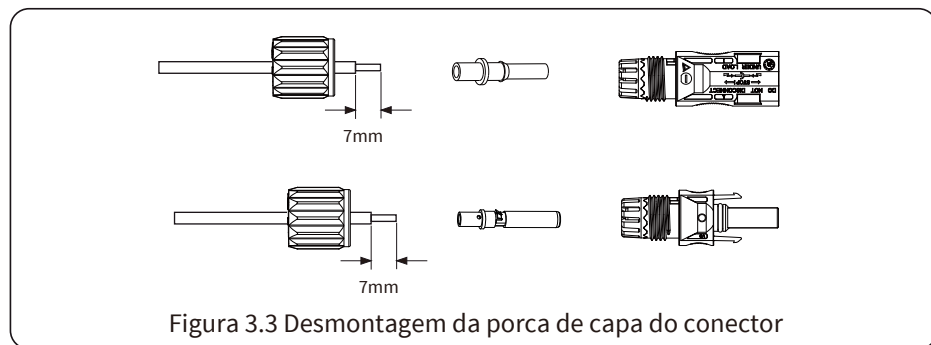

Figura 3.3 Desmontagem da porca de capa do conector
a) Retire o fio CC de cerca de 7 mm e desmonte a porca de capa do conector (veja a figura 3.3).